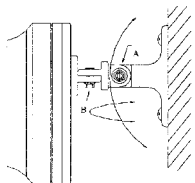

Fig. 3
3) Regolare l'angolo verticale ed orizzontale tirando poi le viti A e B per mantenere la posizione e l'inquadratura desiderate (Fig. 3).